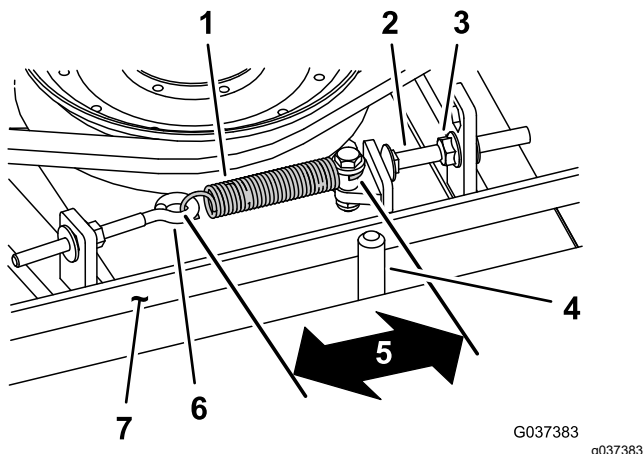

Figura 80
Cuando está correctamente tensado, la longitud en el interior del muelle de extensión (entre ganchos) debe ser de 8,3 cm a 9,5 cm aproximadamente. Una vez que haya obtenido la tensión correcta del muelle, ajuste el perno de tope (perno de cuello cuadrado) hasta que quede aproximadamente 2–5 mm de holgura entre la cabeza del perno y el brazo tensor (**Figura 80**).
Nota: Asegúrese de que la correa está colocada en el lado del muelle de la guía de la correa (**Figura 80**).
2. Afloje el perno de ojal para poder retirar el muelle de extensión (**Figura 80**).
3. Afloje la tuerca con arandela prensada que fija el perno de tope a la pestaña de montaje, y aparte la polea tensora de la correa para aliviar la tensión de la correa (**Figura 80**).
9. Conecte el muelle de extensión (Figura 80) al perno de ojal y tense la correa de la siguiente manera: